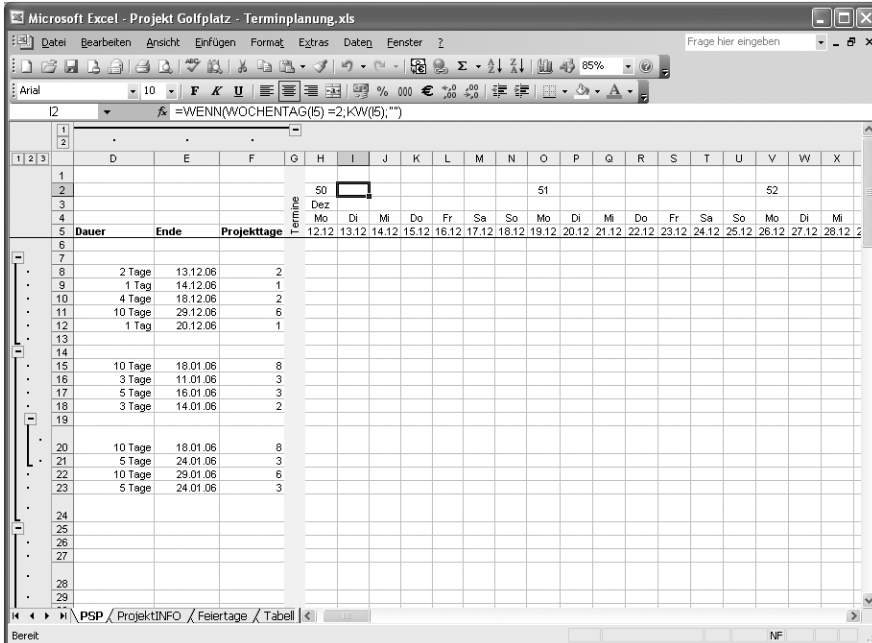

Abbildung 6.38 Die Kalenderwoche steht in allen Montagen der Zeitachse
- 4 Kopieren Sie diese Formel mit dem Füllkästchen wieder auf die übrigen Spalten der Zeitachse (siehe Abbildung 6.38).